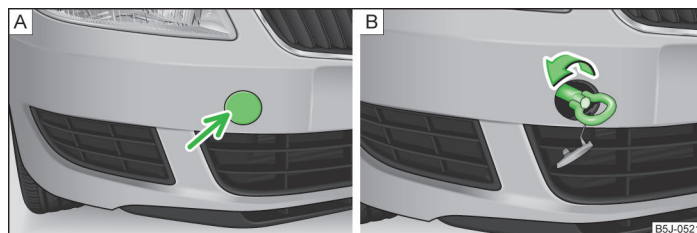

Abb. 150 Vorderer Stoßfänger: Abdeckkappe / Einbau der Abschleppöse
- Auf die linke Hälfte der Abdeckkappe im Pfeilbereich drücken » Abb. 150 - A.
- Die Abschleppöse von Hand nach links bis zum Anschlag einschrauben » Abb. 150 - B. Für das Festziehen empfehlen wir, z. B. den Radschlüssel, die Abschleppöse eines anderen Fahrzeugs oder einen ähnlichen Gegenstand zu verwenden, der durch die Öse gesteckt werden kann.